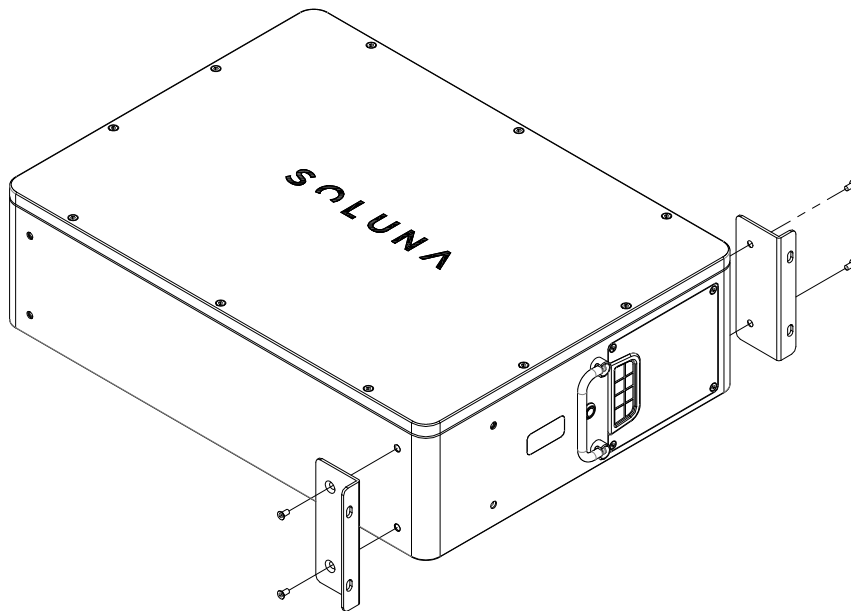

Figure 3.7 :
Étape 1) Fixez les accessoires du boîtier en U au produit à l'aide de 4 vis M6 à tête fraisée. Comme illustré à la(Figure 3.7)